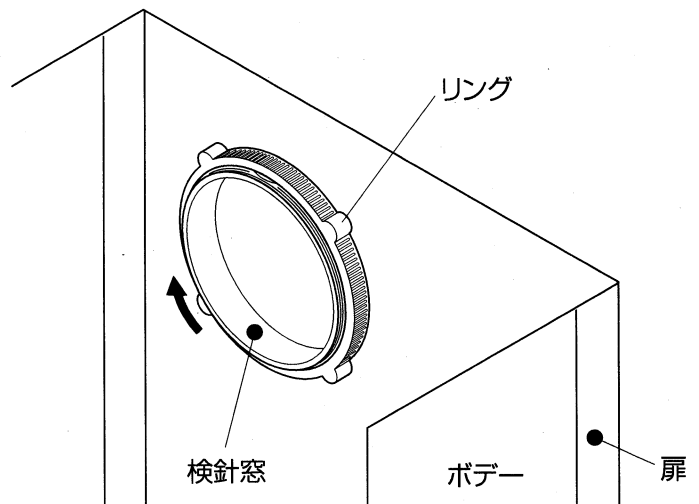

図4
### ②専用のリングを使用してキャビネットに確実に固定してください。(図4参照)